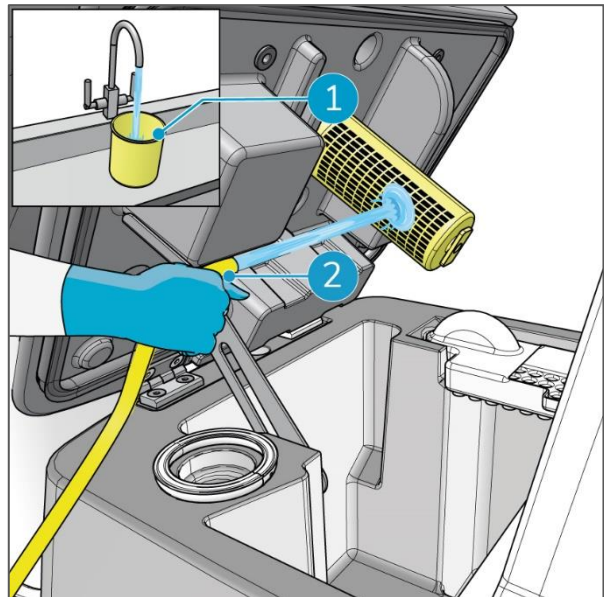

Figura 49
2. Pulire il recipiente giallo con acqua di rubinetto, sopra un lavandino (Figura 49, pos 1).
3. Pulire il separatore con un tubo flessibile (Figura 49, pos 2).